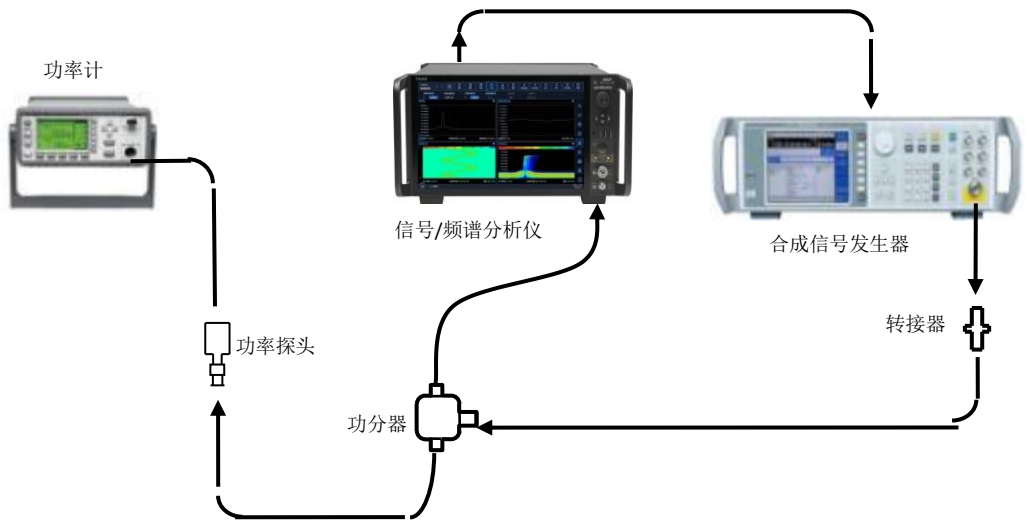

图 7.32 电子衰减器频率响应测试示意图 (100MHz ~ 8.4GHz)
- 1) 按照图 7.32 所示连接测试仪器，功分器的一端口与 4082 的射频输入 1 端口连接，4082 的 10MHz 参考输出为合成信号发生器提供 10MHz 的外部参考输入；